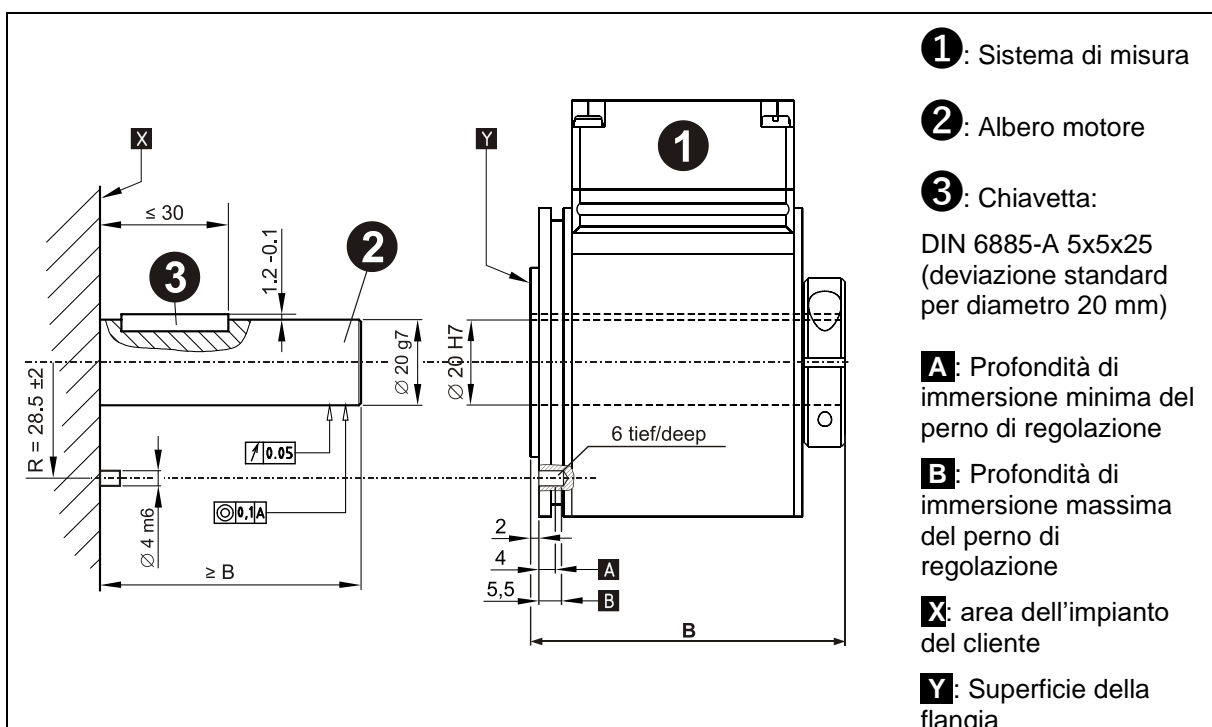

Figura 6: Requisiti per il supporto dell'albero
- Il perno di regolazione deve sporgere di almeno 4 mm nell'inserto per scanalatura (per massimo 5,5 mm). La distanza dalla flangia del sistema di misura **Y** alla superficie **X** dell'impianto del cliente deve essere  $> 1,5$  mm; vedere Figura 6